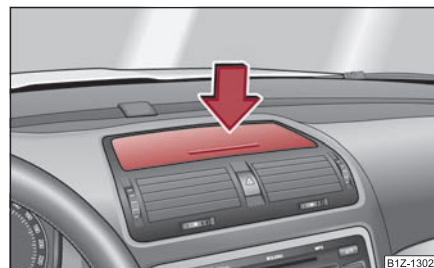

Fig. 121 Cuadro de interruptores: Portaobjetos
- Presionar el centro del compartimento guardaobjetos ⇒ fig. 121 - la tapa se abrirá.